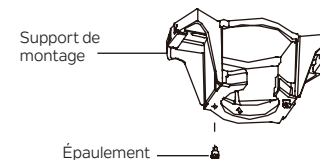

Fig. 6
Étape 2. Retirez l'une des deux vis à épaulement du support de montage et conservez-la pour une utilisation ultérieure. Desserrez la deuxième vis à épaulement sans la retirer complètement. (Fig. 6)